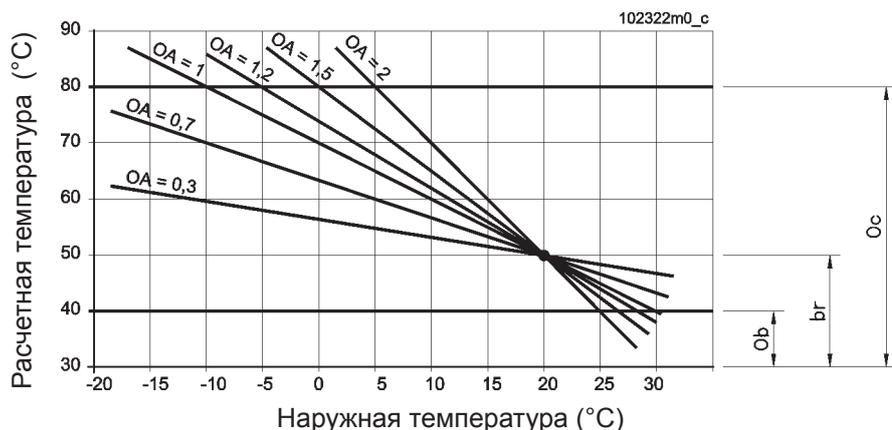

Рисунок 40 - График климатической регулировки (Возможность регулировки параметра "OA")
- CH = 01 "Климатическая регулировка": температура на подачу в контур отопления регулируется внешним температурным датчиком, согласно алгоритму, указанному на рис. 40 и 41. Температура на подачу соответствует расчетной температуре. Открытие и закрытие комнатного термостата, соответственно останавливает или запускает насосы каждого термического элемента. Когда "Расчетная температура" опускается ниже "Минимальной температуры отопления", услуга на отопление выключается. И включается автоматически, когда "Расчетная температура" становится снова выше "Минимальной температуры отопления";
- CH = 02 "Климатическая регулировка с комнатной компенсацией": температура на подачу в контур отопления отрегулирована автоматически с помощью внешнего температурного датчика, согласно алгоритму, показанному на рис. 40 и 41 (температура на подачу соответствует расчетной температуре). Открытие комнатного термостата уменьшает постоянное значение температуры подачи на
Значения рекомендованные ниже используются для помещений со средней изоляцией и наружной температурой - 5°C (этому соответствуют графики рис. 40 и 41). В случае если климатическая зона отлична от других, необходимо отрегулировать наклон графика
говорит о параллельном смещении вниз сетки показанной на рис. 40 и 41, с фиксированным значением установленным на параметр
|    | Регулировка наклона линии графика рис. 40 (наблюдается только если активирована климатическая регулировка. См.гл. 7.9).  | Диапазон регулировка: 0,1-5,0  |